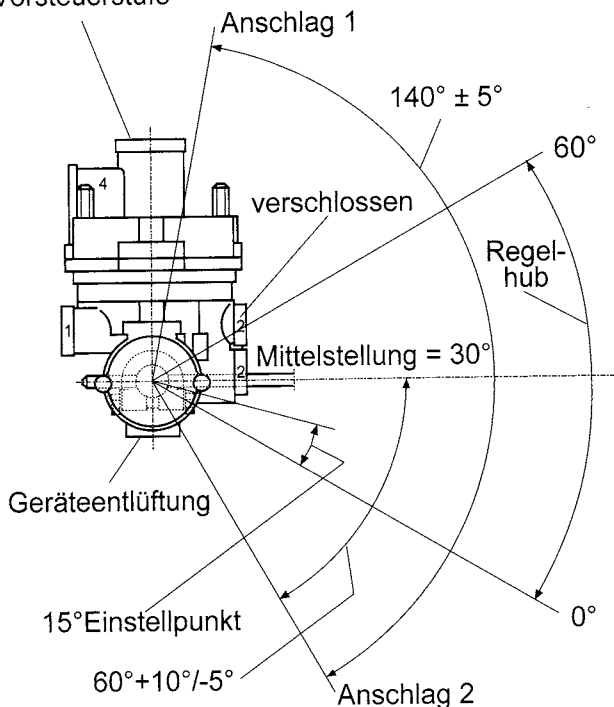

Abb. 2
#### Einstellen des 0°-Winkels ( vgl. Abb. 2)
- 3.10 Den Betätigungshebel auf die 0° - Stellung des Bremskraftreglers einstellen (vgl. Abbildung 2). Den Anschluß 4 mit 0,5 bar belüften. Das Manometer 3 muß einen erkennbaren Druckanstieg anzeigen.